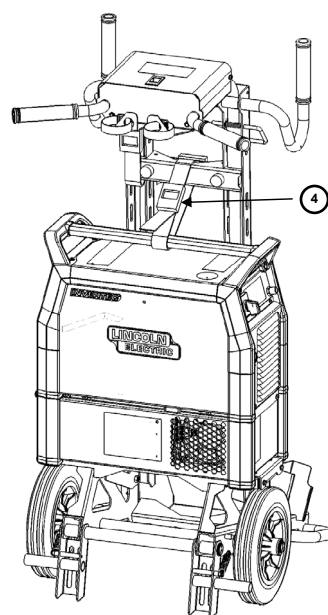

Figura 5
4. Utilizați curea din jurul mânerului și a căruciorului pentru a finaliza instalarea. (Figura 5)